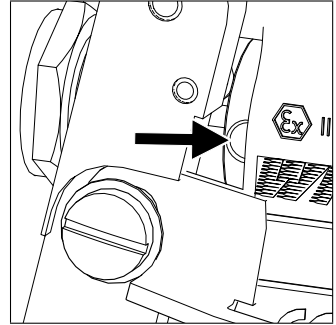

Fig. 13: Taladro en el manguito guía
1. Introduzca la llave hexagonal suministrada en uno de los taladros del manguito guía (véase Fig. 13).
3. Introduzca la llave hexagonal suministrada en uno de los taladros del manguito guía (véase Fig. 13 en página 34).
6. Deje una holgura de 2-3 mm en el gatillo (Capítulo 6.3 en página 34, Fig. 13 y Fig. 14).
5. Deje una holgura de 2-3 mm en el gatillo (véase Fig. 13 y Fig. 14 en página 34).
1. Introduzca la llave hexagonal suministrada en uno de los taladros del manguito guía (véase Fig. 13 en página 34).